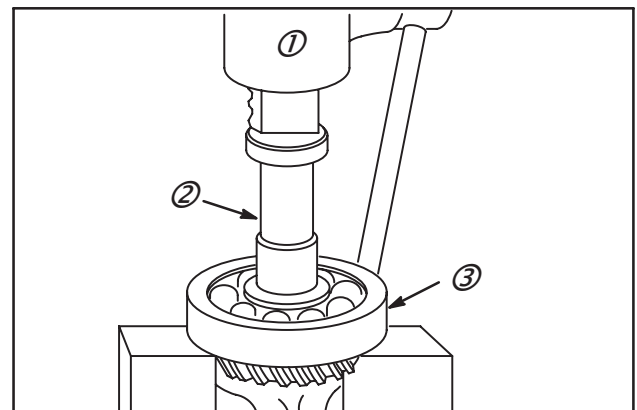

Fig. 11
Le roulement à billes (3) est emmanché à la presse sur le vilebrequin (2). Si le roulement à billes doit être déposé, utiliser une presse (1), comme indiqué en Fig. 11.